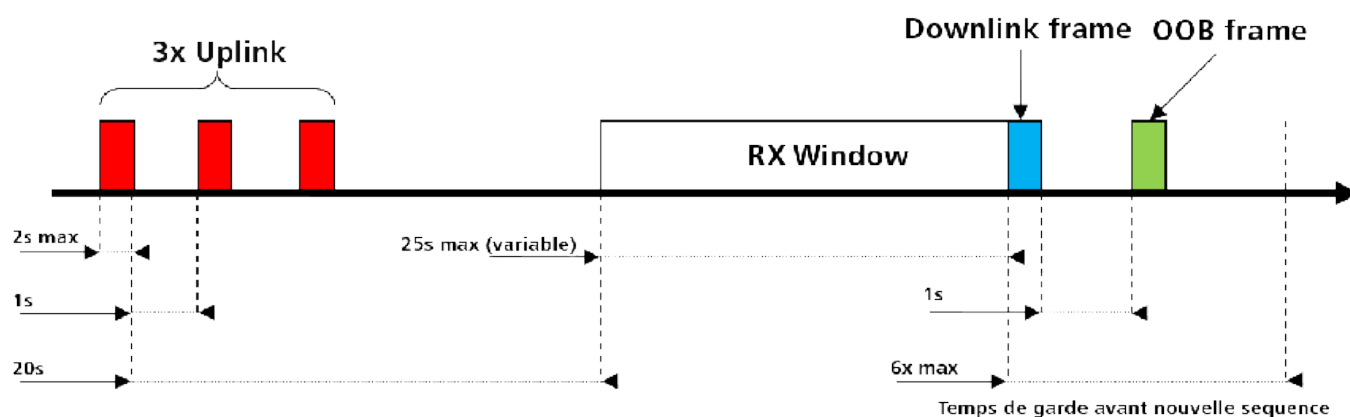

Figure 6 : Uplink 1
- 3 émissions sur une fréquence variable (Figure 6, 7 et 8)